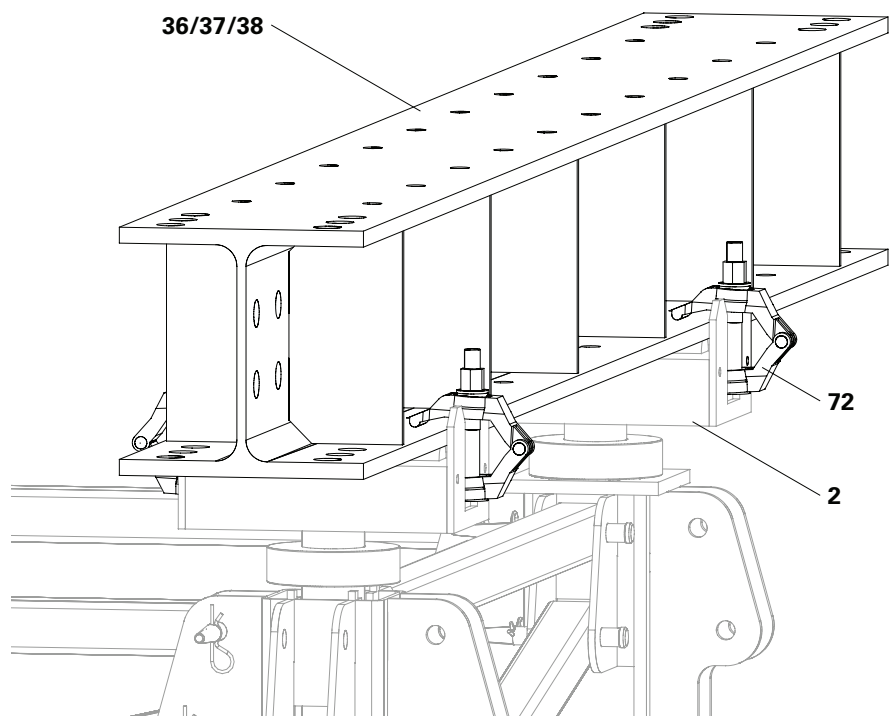

Fig. C1.01a
3. Fissare le travi di orditura primarie **(36/37/38)** con 2x staffe per travi HD 70 mm **(72)** agli alberi di testa ATS **(2)**. (Fig. C1.01a)